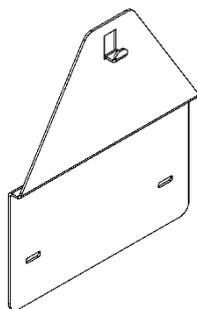

Рисунок 6. Переходная планка
7.2.3 При установке аппарата на место где ранее был установлен аппарат марки «NEVA» или «BaltGaz», который крепился к стене с помощью двух крючков, можно выкрутить данные крючки и использовать отверстия для установки переходной планки (см. рис. 6). Переходная планка 115514-00.050 позволяет смонтировать аппарат с использованием уже имеющихся крепежных отверстий в стене. Переходная планка приобретается отдельно в фирменных магазинах или на сайте [baltgaz.ru](http://baltgaz.ru).